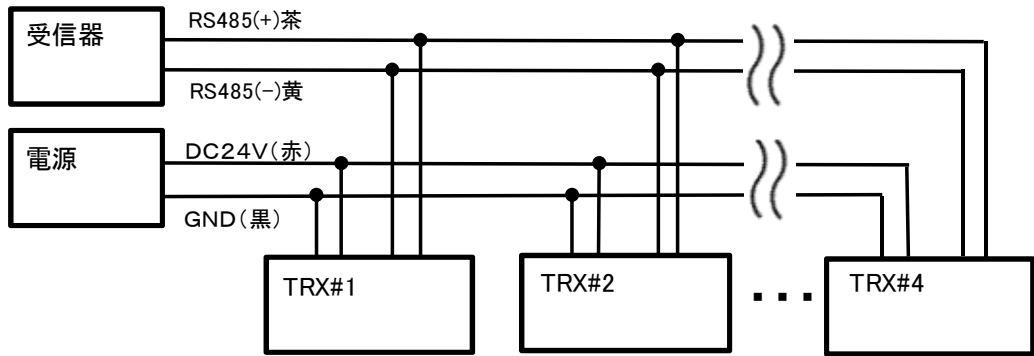

図 4-4 受信器との接続（RS485 出力仕様：R）
- ・ 図 4-4 のように複数台本機を接続する場合は、電力供給能力に余裕がある電源を選定してください。目安は、接続台数×1.5W 以上です。
- ・ 受信器から物理的に一番距離の遠い本機についてのみ通信ライン間の終端抵抗 100Ω を有効にしてください。図 4-4 の場合（TRX#4）が該当します。